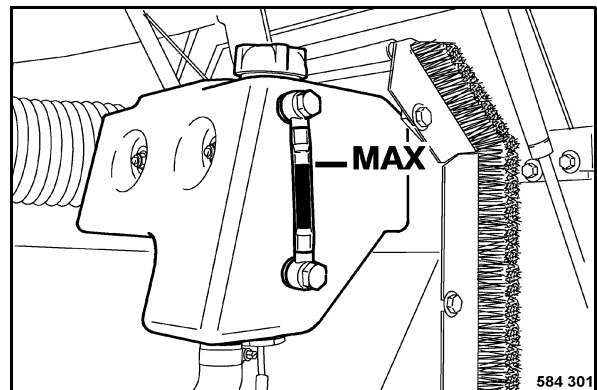

fig. 124
- Vérifier le niveau du liquide de refroidissement (fig. 124).